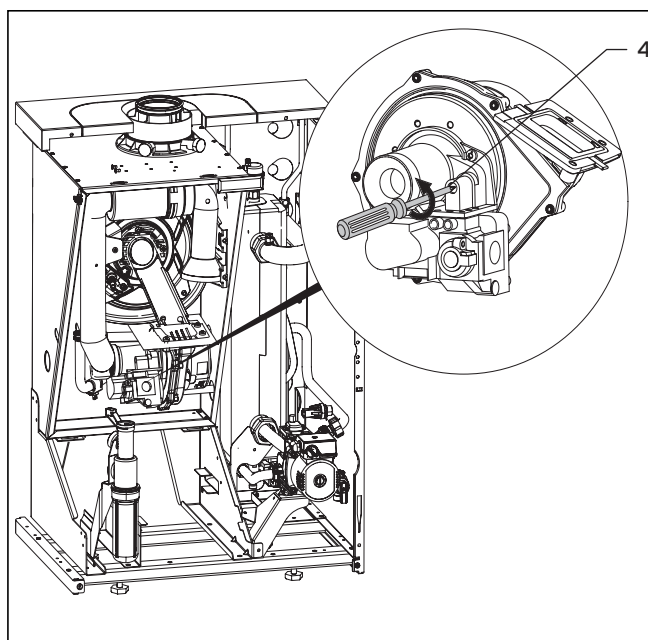

Fig. 7.4 Regolazione del rapporto di eccesso d'aria
- Girare con precauzione la vite di regolazione del rapporto di eccesso d'aria (4, fig. 7.4) verso destra (in senso orario), per ridurre il tenore di CO₂.